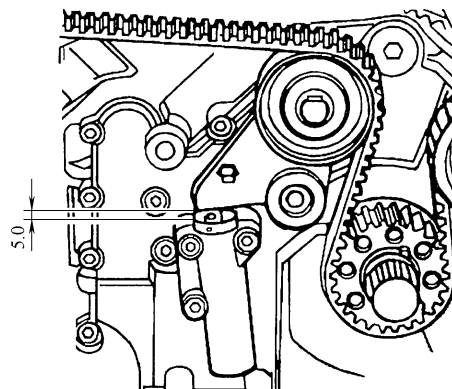

图 1-33 测量张紧杆与液压张紧器壳体之间的间隙
8) 测量正时带张紧杆与液压张紧器壳体之间的间隙，如图 1-33 所示，规范值应为 5mm。如果不符合规范值，则要重新进行调节。